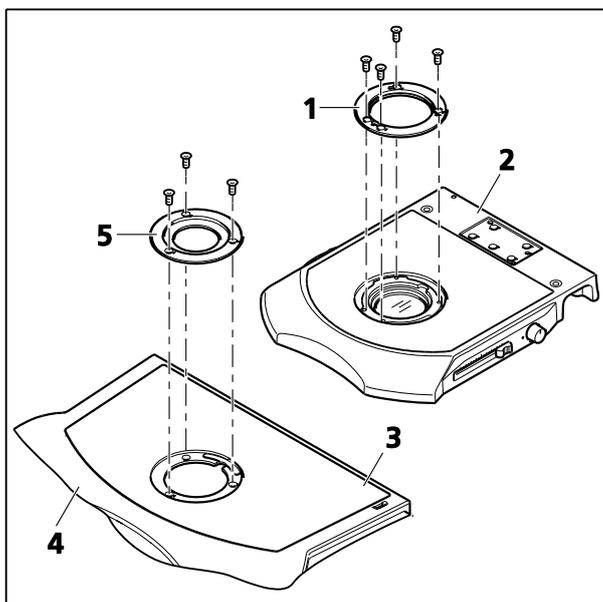

Fig. 13 Montage de l'adaptateur 84/120 ou 84+120
- Retirer les trois petites vis à six pans creux (SW 3) de la plaque d'insertion (Fig. 13/3) de la base du statif 450 (Fig. 13/4).
- Visser l'adaptateur 84/120 (Fig. 13/1) avec les trois vis à six pans creux plus longues à travers la plaque d'insertion et serrer à la main.
- Visser l'adaptateur 84/120 (Fig. 13/1) directement sur la base 300 pour lumière réfléchie ou l'adaptateur 84+120 (Fig. 13/2) sur la base 300 pour transillumination (Fig. 13/5) et serrer à la main.